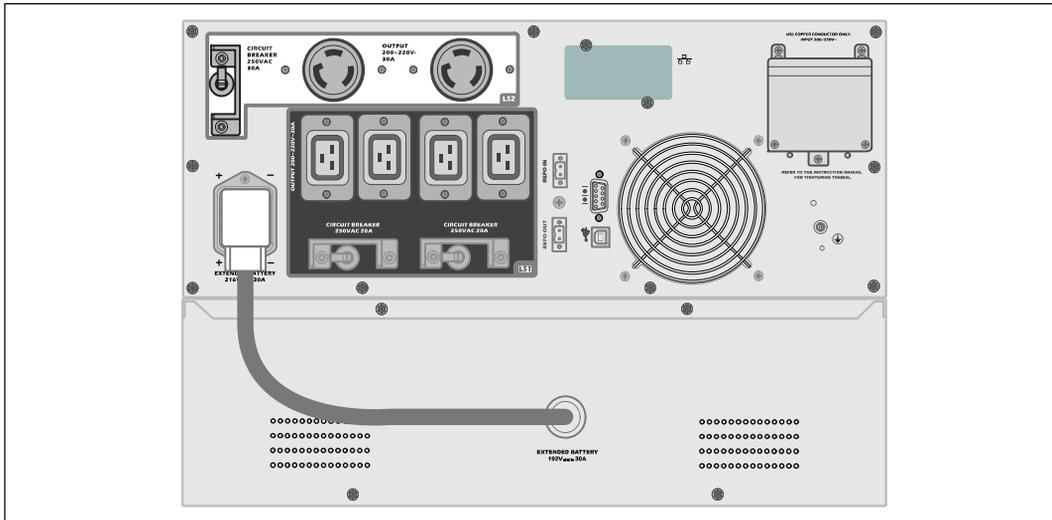

Figure 15. EBM Installation avec l'onduleur 1 5600W OL (208 V)
- 1 Branchez le câble EBM dans le connecteur des batteries de l'onduleur (voir Figure 15).